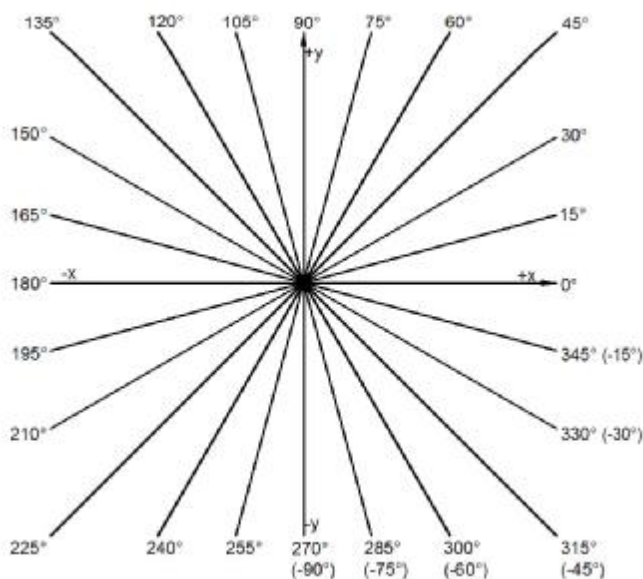

Fig. 1.13. Definierea unghiurilor în AutoCAD.
**Notă:** În mod implicit în AutoCAD unghiurile pozitive se măsoară plecând de la orizontală în sens antiorar. În cazul în care unghiul este negativ el va fi măsurat în sens orar – fig. 1.13.